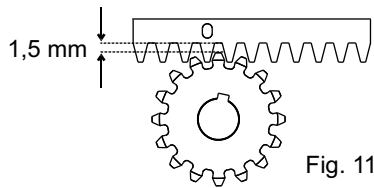

Fig. 11
5.6. Toda la cremallera tiene que ser elevada de 0,06 in para evitar que el peso de la cancela grave sobre el piñón (Fig. 11).